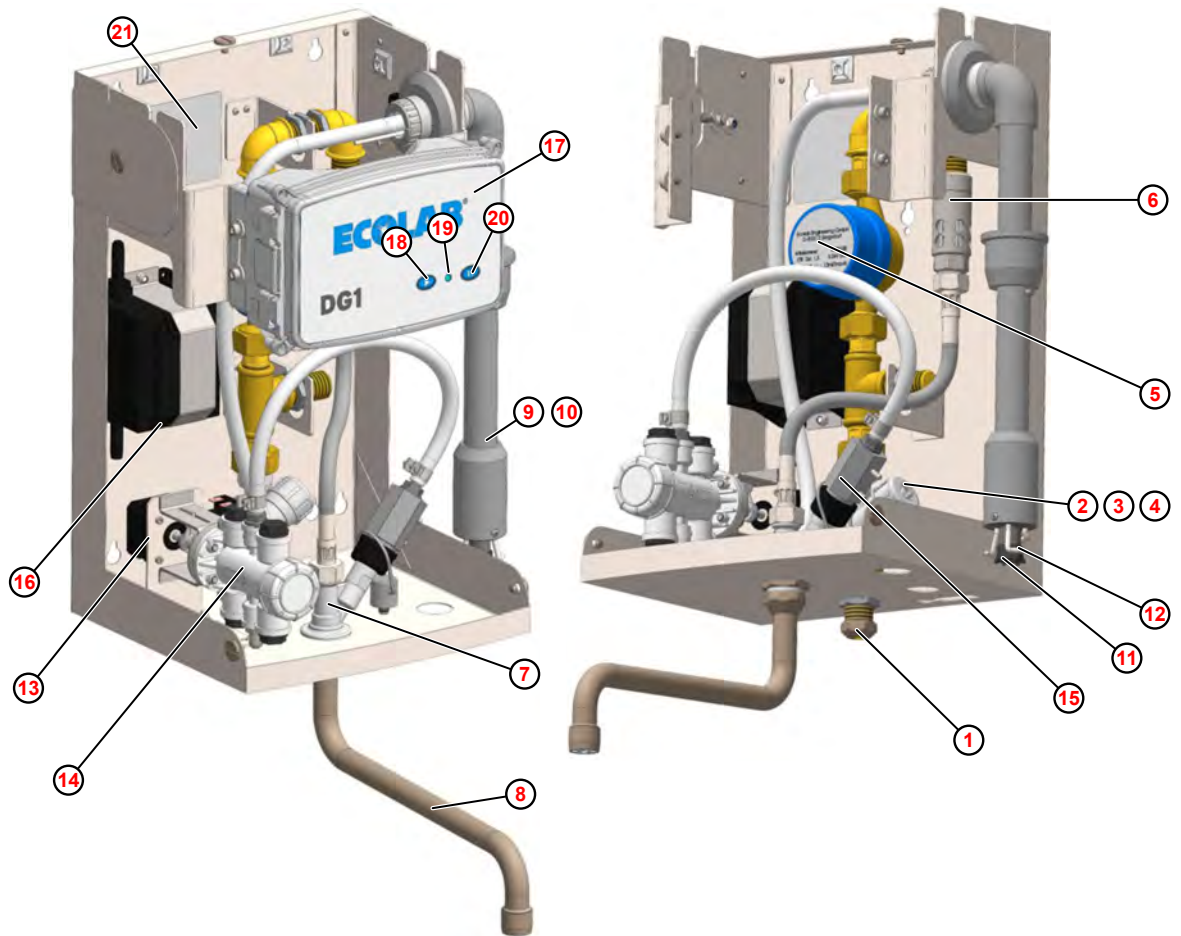

Fig. 2 : Description des composants
Pour limiter le débit d'eau maximum, un régulateur de débit est monté côté entrée dans l'électrovalve ( Fig. 2 , ④ ).
Le contrôleur de débit monté avant le poste de dosage (voir Fig. 2 , ⑮ ) surveille le débit de désinfectant.